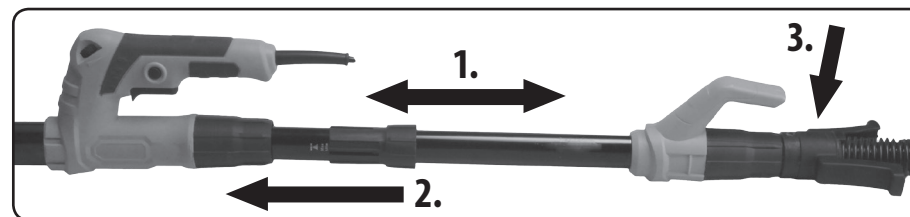

Abb.2
- ➔ Für die Arbeit in Höhen installieren Sie das teleskopische Verlängerungsrohr nach der Abb. 2.